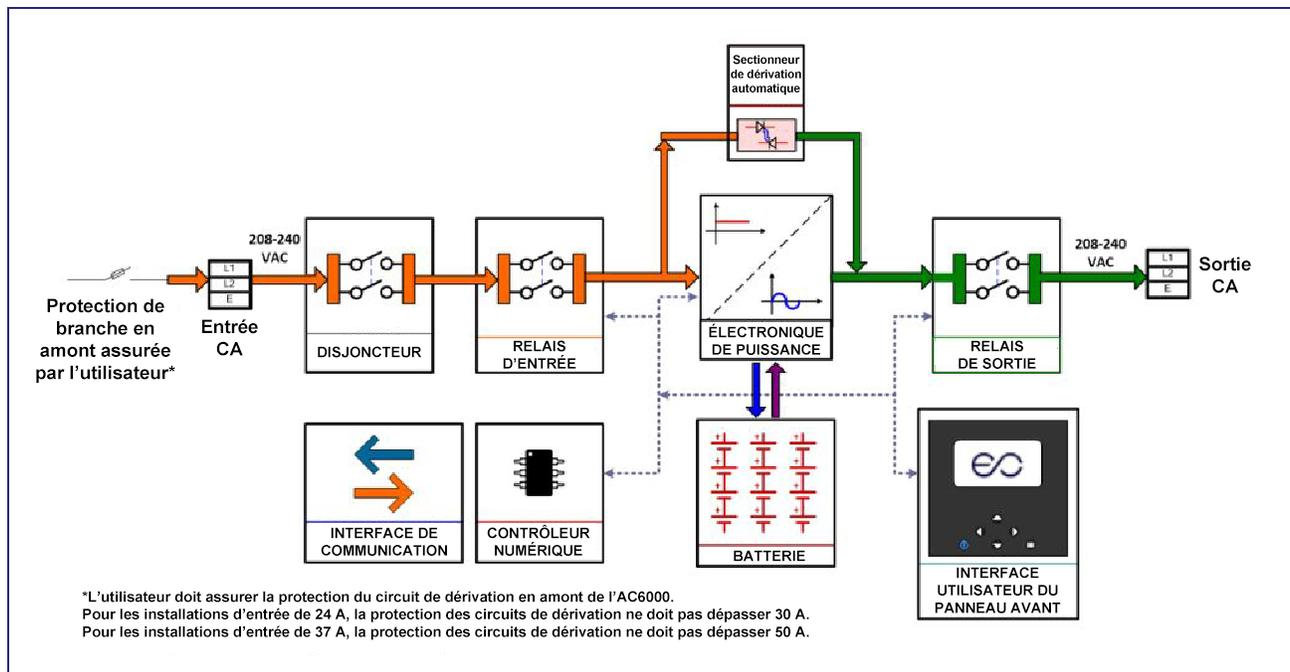

Figure 2.1-2 : Aperçu du système AC6000
- Figure 2.1-2 : Aperçu du système AC6000